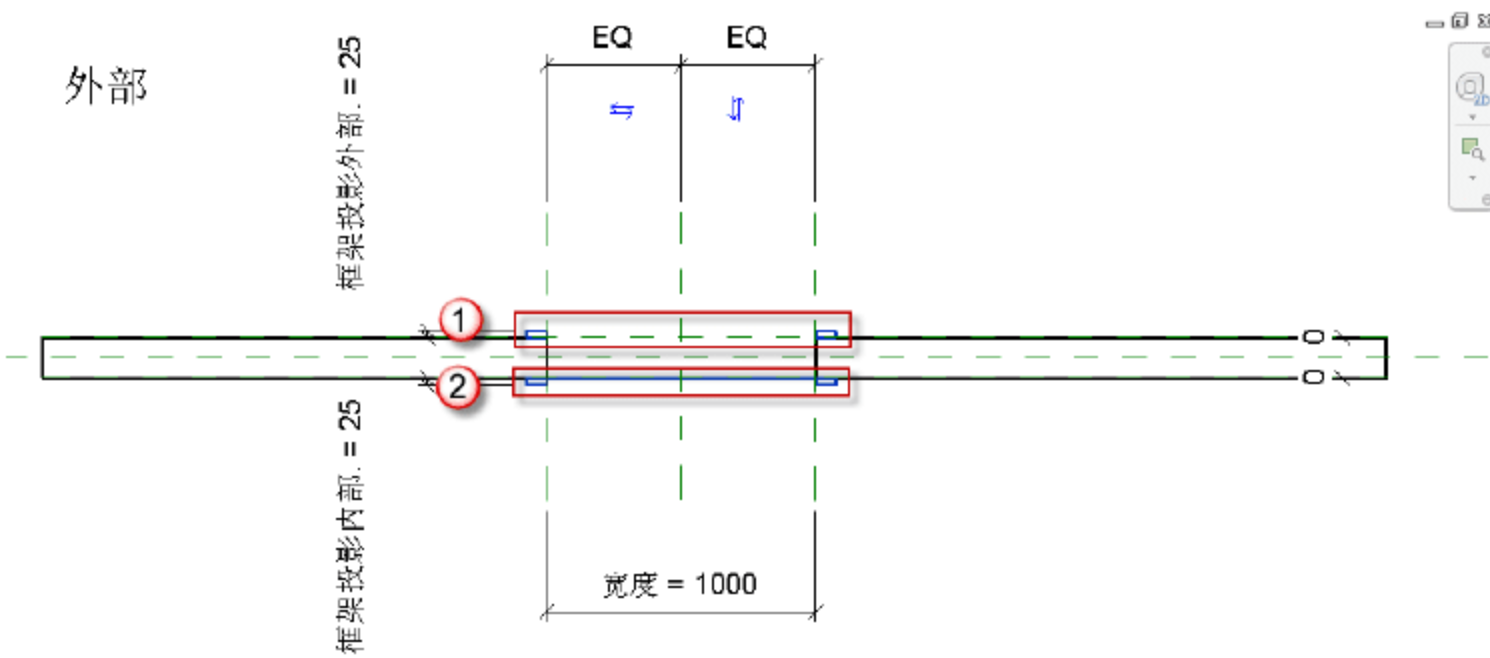
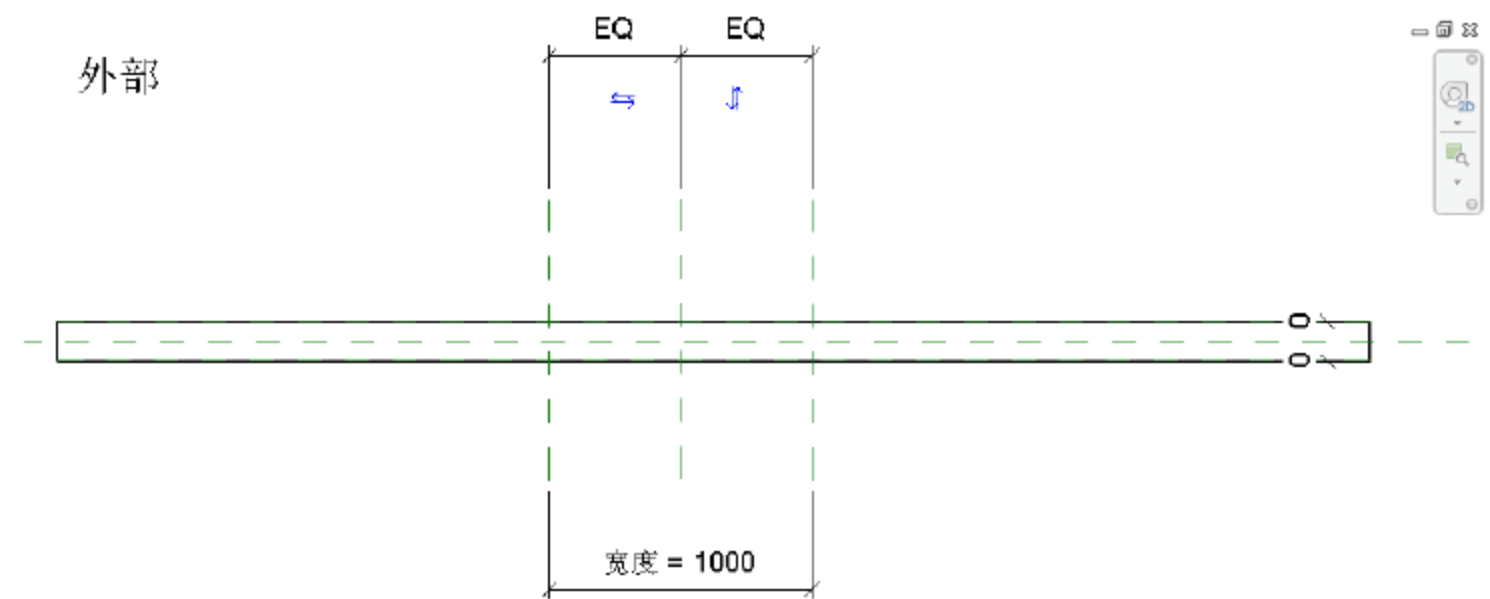

图 6.3.2 选定“框架/竖挺：拉伸”
图 6.3.3 删除“框架/竖挺：拉伸”
(2) 删除公制门框架。按 Ctrl 键，多选上“框架/竖挺：拉伸”，如图 6.3.2 所示，按 Delete 键将其删除，删除后如图 6.3.3 所示。